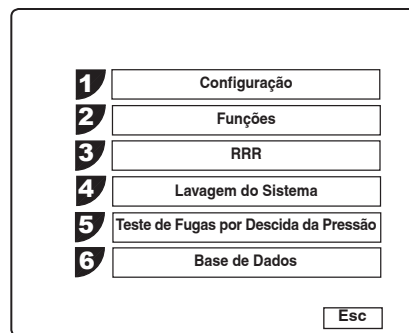

Figura 11
13. Consulte a Figura 11 e selecione LAVAGEM DO SISTEMA do menu principal. Premir **OK**.